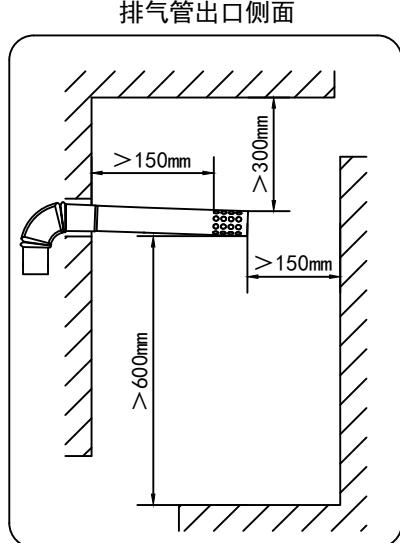

图8
■ 必须使用本热水器所配用的专用烟道，安装方法（如图8）。如烟道较短可根据需要适当加长。每半年检查一次，检查烟道有无破损，漏烟等现象。